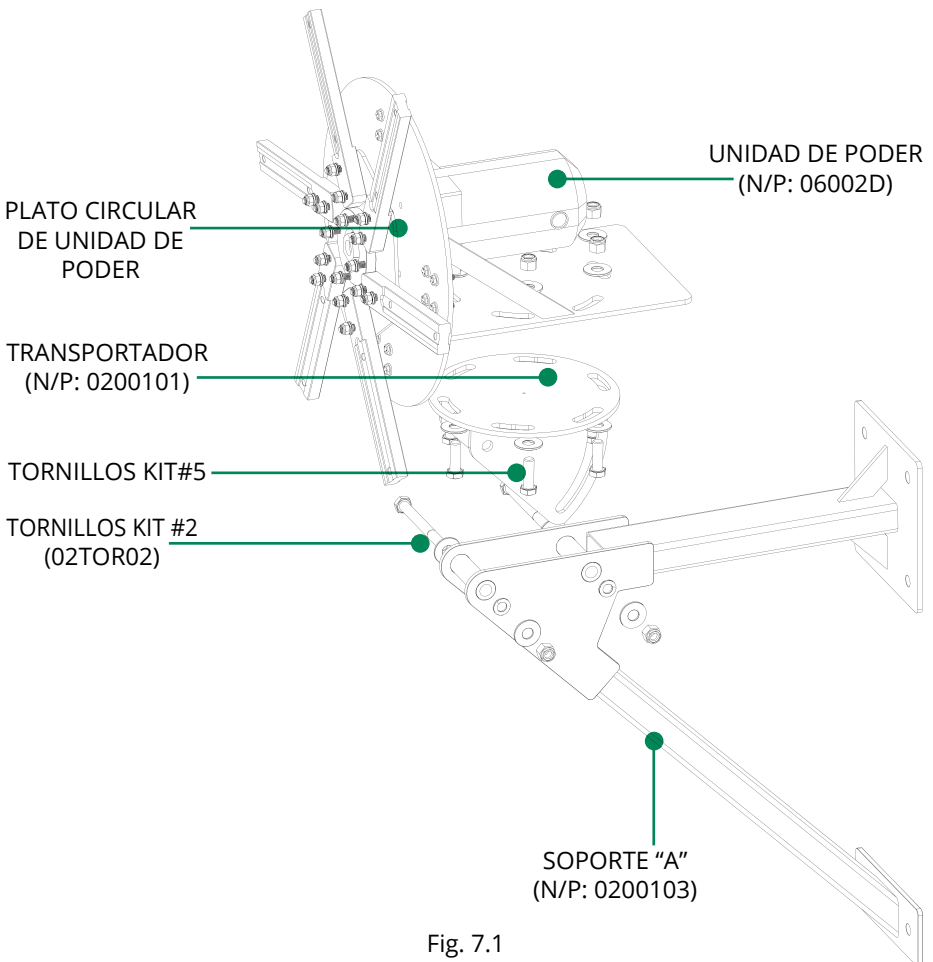

Fig. 7.1
7.2 Monte la unidad de poder (N/P: 02003) en el transportador (N/P: 0200101), utilizando los tornillos adecuados (02TOR05) kit #5 apretando de forma moderada para poder dar el ajuste final al ángulo del ventilador al final del armado. Ver Fig. 7.1